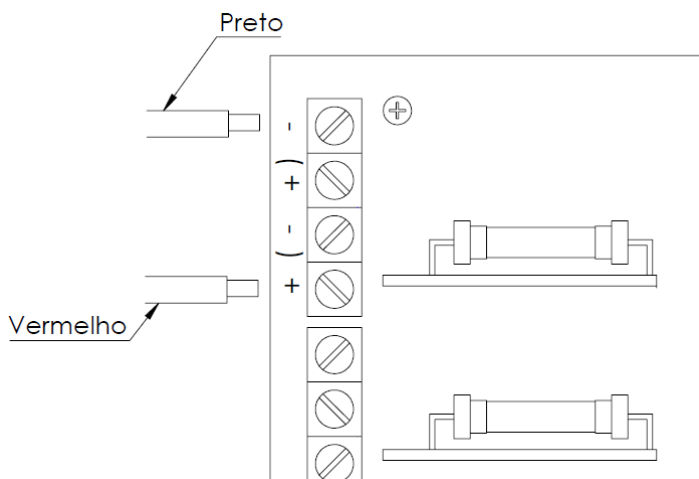
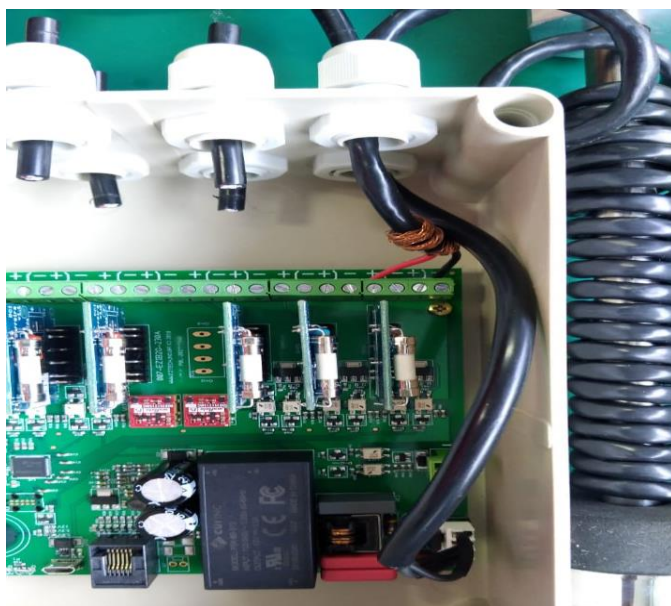

Figura 11 – Esquema de conexão da sonda de medição na barreira
Figura 12 – Ligação da sonda de medição na barreira
3. Conforme a Figura 11 e Figura 12, coloque o cabo vermelho (positivo da sonda) no barramento da barreira no positivo dos extremos, e o cabo preto (negativo da sonda) no barramento da barreira no negativo dos extremos.